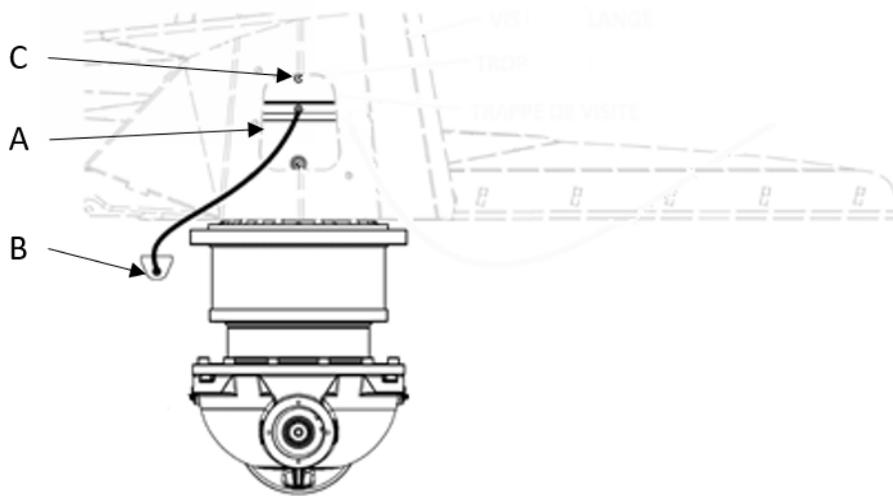

Figure 25 — Graissage des planétaires
1. Retirez la trappe de visite (repère A, Figure 25) et profitez-en pour nettoyer l'intérieur de la vis de mélange.
2. Trouvez le port de graissage sous le réservoir d'huile (repère B, Figure 25).
3. Graissez le planétaire jusqu'à ce que de la graisse sorte par le trop-plein (repère C, Figure 25).